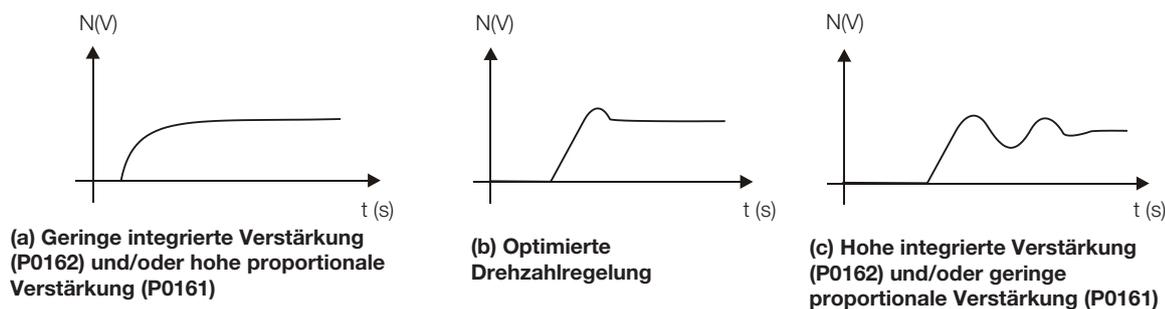

Abbildung 11.4: (a) bis (c) Ansprechtypen von Drehzahlregelungen
6. Vergewissern Sie sich anhand der Optionen in Abbildung 11.4, welche Kurvenform das beobachtete Signal am besten darstellt.
7. Passen Sie P0161 und P0162 abhängig vom Ansprechtyp in Abbildung 11.4 an.